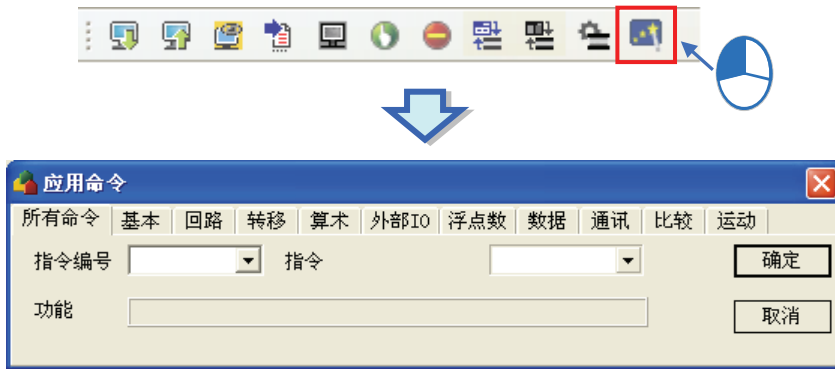

图 12-26 指令精灵
(1) 点选快速工具栏上的指令精灵按钮 ，跳出指令精灵对话框。如图 12-26。